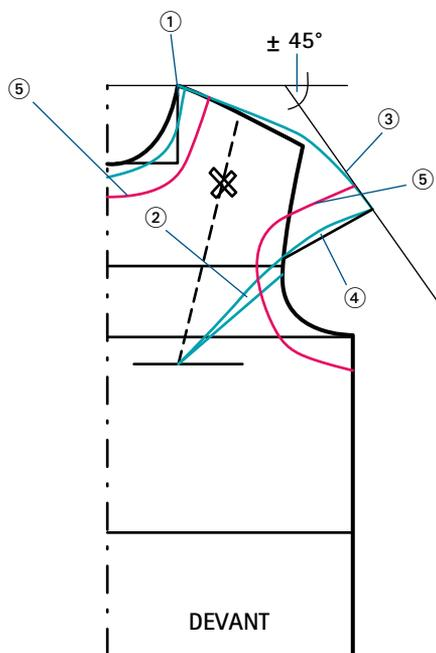

FIG. 1
- ① Élargir l'encolure suffisamment pour y passer la tête, par exemple de 3 à 5 cm.
- ② Déplacer la pince bretelle dans l'emmanchure (voir dans le volume 1), *Coupe à plat : les bases*, « Passage de pinces », page 24.
- ③ À partir de l'encolure, tracer la ligne du haut du mancheron en suivant tout d'abord la ligne d'épaule, puis en faisant un angle d'environ 45° sur une longueur égale à la longueur du mancheron (ici 10 cm) ; arrondir l'angle formé. Puis, avec une droite, joindre la pince dans l'emmanchure, comme indiqué sur la figure 1.
- ④ Pour obtenir un effet plus joli, incurver légèrement vers le haut cette ligne de 2 mm.
- ⑤ Tracer les parementures d'encolure et d'emmanchure, puis les décalquer (fig. 1, en rouge). Retracer la parementure d'emmanchure après la fermeture de la pince (pour plus de détails, voir dans le volume 1, « Les décolletés », page 33).